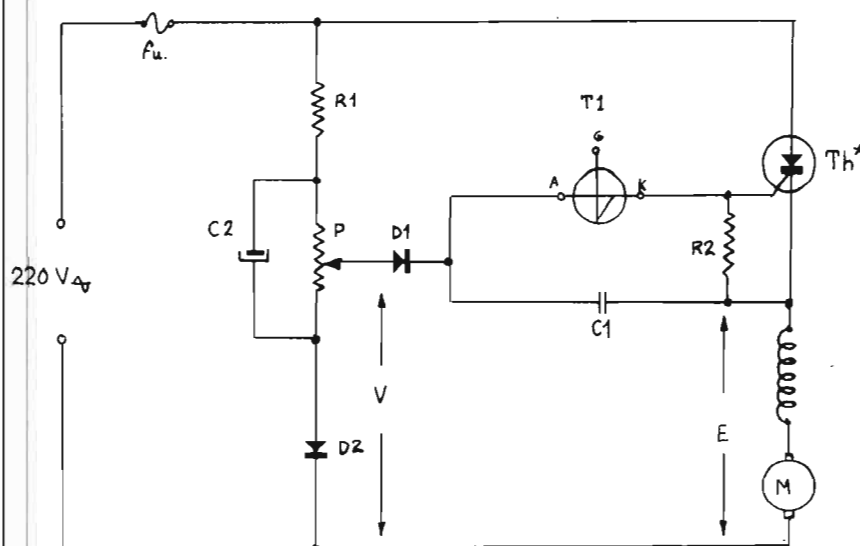

Fig. 1
Le moteur universel trouve son emploi dans un grand nombre d'applications diverses. Le montage suivant, bien que très simple, confère habituellement au moteur une grande souplesse d'utilisation. Il produit un effet comparable à celui que l'on obtiendrait si les enroulements du moteur comportaient une infinité de prises. Dans le circuit de la figure 1, le moteur est alimenté par une tension continue redressée à une alternance par le thyristor Th. Pour obtenir la pleine vitesse de rotation du moteur (angle de conduction 180°), ce dernier doit être conçu pour une tension nominale de : $220 \cdot \sqrt{2}/2 = 156 \text{ V eff.}$ pour un réseau de 220 V. A noter que, dans ce type de montage, la durée de vie des balais peut être un peu abrégée, par rap-
NOMENCLATURE DES ÉLÉMENTS DE LA FIGURE 1
Le montage de la figure 1 compare la FCEM résiduelle du moteur (E) à une tension de consigne V, produite par le diviseur R1 P. Cette comparaison a lieu pendant les périodes de blocage du thyristor Th. Si la vitesse de rotation du
pour la figure 1, les moteurs commandés ne doivent pas consommer un courant supérieur à 5 A eff. (pour un angle de conduction de 180°), ce qui correspond, grosso-modo, à des puissances maximales comprises entre 0,75 et 1,25 Ch, selon que le rendement est de 0,5 ou bien 0,85.